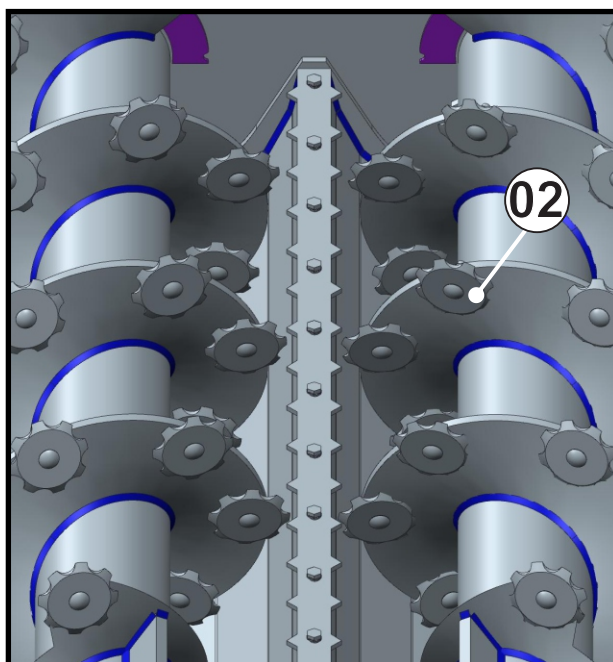

Fig. 21 - facas de corte
E as facas estiverem gastas, amole ou substitua as facas são circulares (02). (Fig.21)